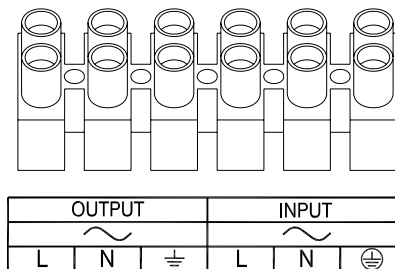

Рис. 3: Клеммная колодка ИБП VANGUARD CHAIN
- Подключите питающую сеть к соответствующим входным клеммам (см. рисунок 3 на странице 17) .